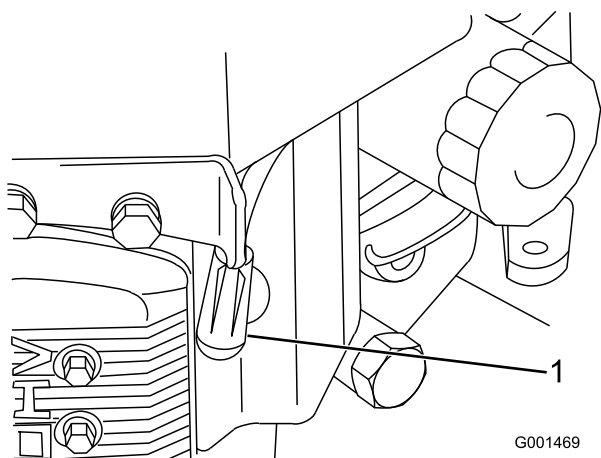

Figura 37
3. Scollegate il cappellotto dalla candela (Figura 37).